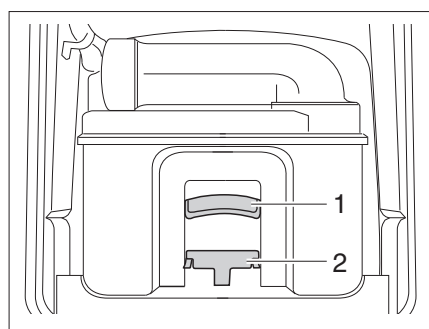

Fig. 144 Cassette Thetford
- Empujar el estribo de sujeción (Fig. 144,2) hacia delante para desbloquear el inodoro cassette y extraer el cassette con el tirador (Fig. 144,1).